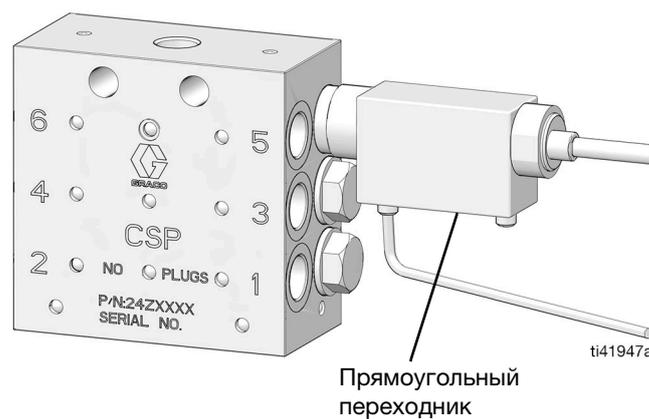

Рис. 7: Питатель CSP серии В
- Для питателей CSP серии В: используйте предоставляемый пользователем 5/64 дюймовый (2 мм) шестигранный ключ, чтобы затянуть установочный винт с усилием 5 - 7 дюйм-фунтов (0,6 - 0,8 Н•м) (Рис. 7).